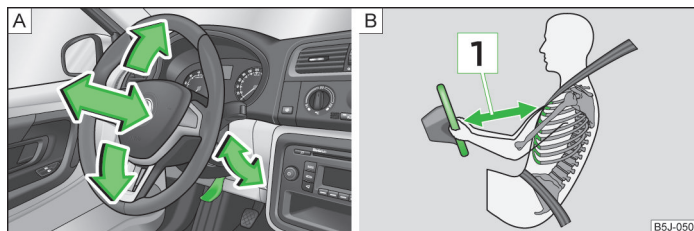

Abb. 89 Verstellbares Lenkrad: Hebel unter der Lenksäule / Sicherer Abstand zum Lenkrad
- Das Lenkrad so einstellen, dass der Abstand zwischen Lenkrad und Brustbein mindestens 25 cm beträgt 1 » Abb. 89 auf Seite 96. Wenn Sie den Mindestabstand nicht einhalten, kann Sie das Airbag-System nicht schützen - Lebensgefahr!
- Den Hebel unter dem Lenkrad nach unten schwenken » Abb. 89 - A.